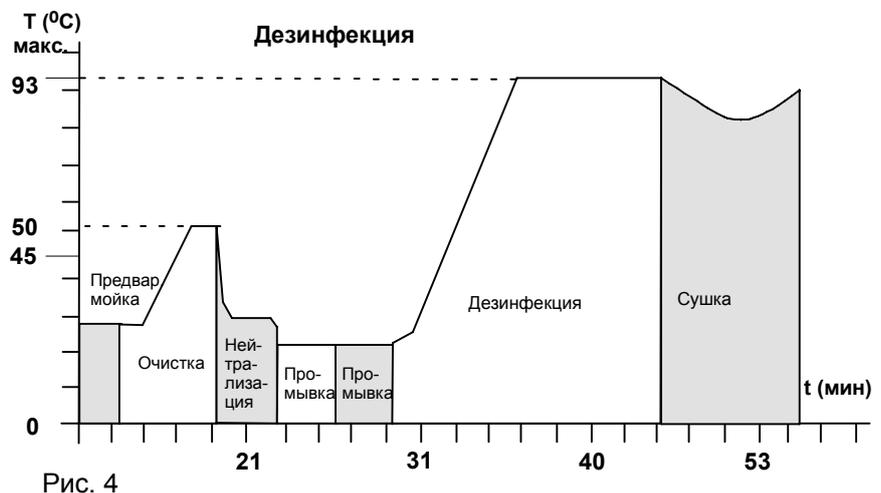

Рис. 4
- ◇ На практике хорошо зарекомендовали себя следующие процессы подготовки, которые фирма Richard Wolf проверила на совместимость с материалами инструментов (рис. 4/5):